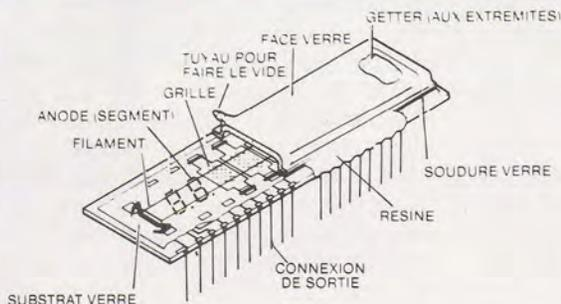

Fig. 2 : Organisation technologique d'un afficheur fluorescent.
Fig. 2 : Utilisation en branchement inversé (B) du primaire à prise écran du transformateur de sortie Millerioux AH 50B. On obtient ainsi une prise écran à 33 %, ce qui, dans le mode ultra-linéaire, produit une contre-réaction d'écran à taux modéré.
rait sur le primaire et par rapport à l'entrée H.T. de l'enroulement, à environ 66,6 %, ce qui est un peu trop. La figure 2 montre qu'il est possible d'effectuer un branchement inversé du primaire. Ce qui consiste à laisser l'écran relié sur la prise  $2,3 \text{ k}\Omega$ , de relier la H.T. au point  $3,5 \text{ k}\Omega$  et la plaque du tube à l'entrée 0 de l'enroulement primaire. Dans ce cas le secondaire 0-8  $\Omega$  se trouve également inversé, le 0 devenant 8  $\Omega$  et le 8  $\Omega$  le 0. Signalons toutefois que les constructeurs ne respectent pas toujours les polarités du secondaire par rapport au primaire. C'est en fait en appliquant la boucle de contre-réaction que l'on pourra vérifier la polarité du secondaire, un accrochage au moment du branchement de la C.R. indiquant que les polarités du secondaire doivent être inversées.